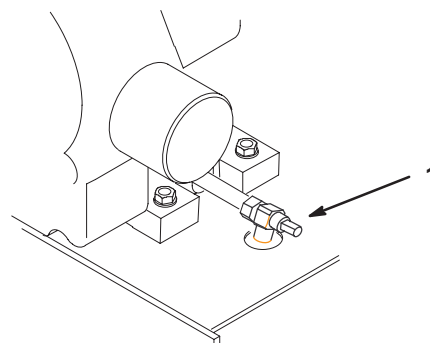

Figure 42
5. Placez un bac de vidange sous l'orifice de vidange. Tournez le robinet de vidange d'huile pour permettre à l'huile de s'écouler (Fig. 42).